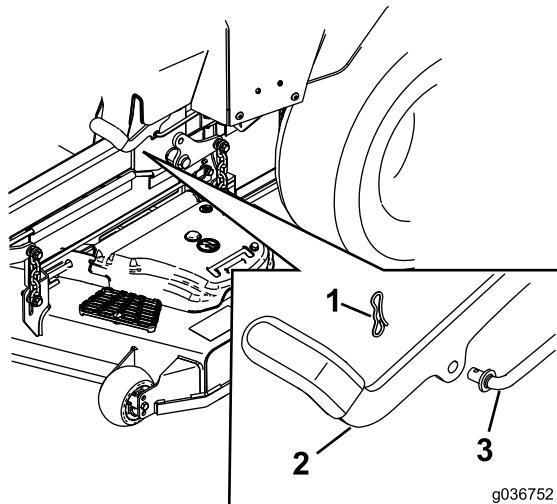

Figura 60
7. Si es necesario ajustarlos, quite el freno de estacionamiento. Retire la chaveta de la barra de acoplamiento del freno (Figura 60).